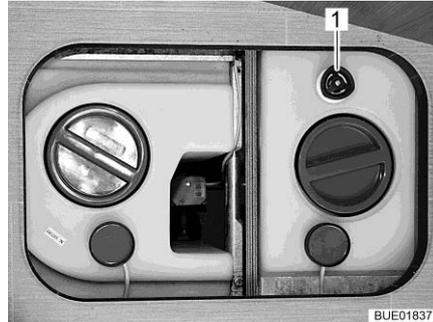

Fig. 195 Depósito de agua con tirador giratorio
- Girar el tirador giratorio (Fig. 195,1) del depósito de agua en sentido contrario a las agujas del reloj sobrepasando la resistencia, para abrir el orificio de salida completamente.